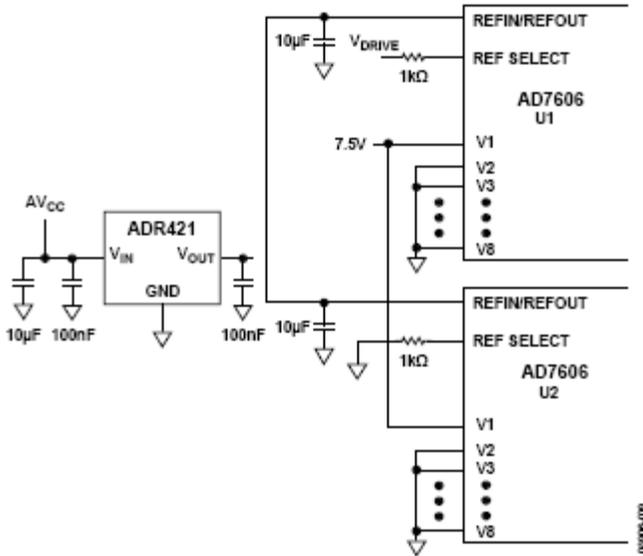
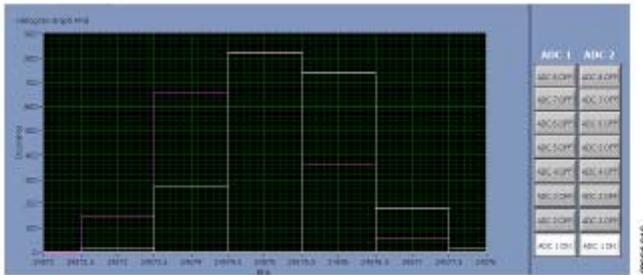

图9.用于测试两个AD7606 之间器件间匹配的电路示意图，U1 内部基准电压源用作系统基准电压源
图10. 图9 所示电路的直方图
7.5 V信号施加于U1 的V1 和U2 的V1，板上的所有 16 个通道以 200 kSPS速率工作，如图 9 的配置电路示意图所示。码的直方图如图 10所示。在不同器件的V1 通道之间，平均输出码相差 1.4 个码。